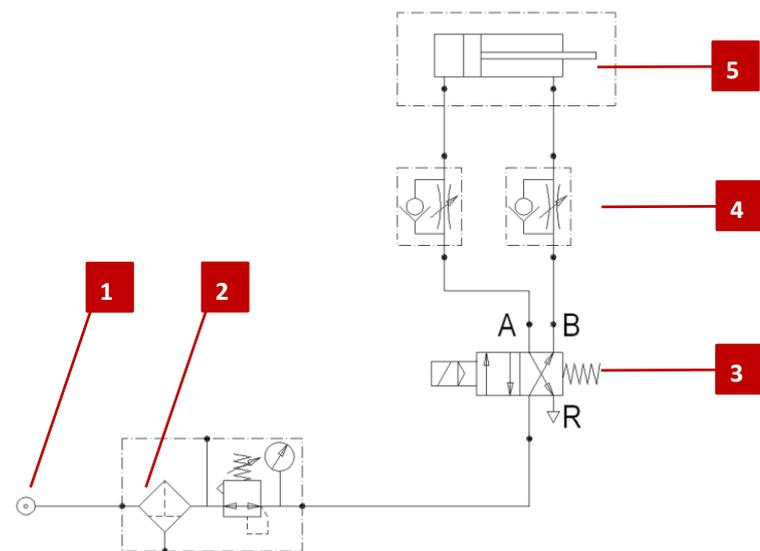

Fig. 12 Schéma du circuit pneumatique chariot compact (4/2)
1. Insérez le détecteur de proximité (Fig. 12, 1) avec pièce de fixation monté dans la rainure en C.
2. Fixez le détecteur de proximité dans la rainure en C à l'aide des vis de fixation de la pièce de fixation (Fig. 12, 3).